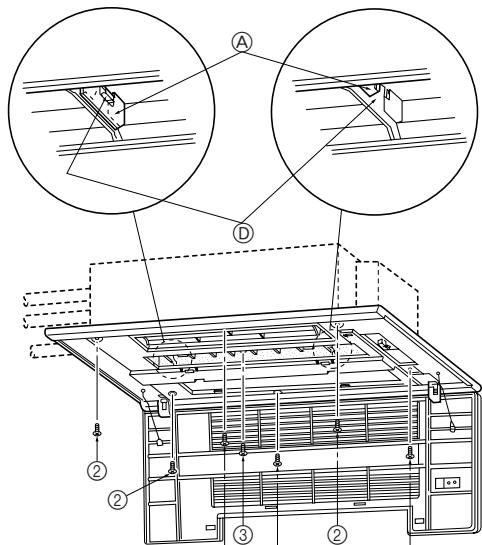
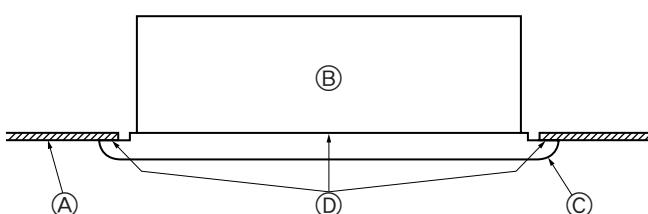

Fig. 5-5
Fig. 5-6
- 调整前侧面板以便正好适合于墙壁和天花板之间的夹角, 并在左右两侧的四个位置安装固定螺栓②(随格栅提供), 保持其稍微松开。 (Fig. 5-5)
- 接下来拧紧固定螺栓②和三处中间位置的固定螺钉③。
- 最后拧紧左右两侧四个位置的固定螺栓②。
- 在这里, 确保室内机组和前侧面板之间没有缝隙, 以及前侧面板和天花板之间也没有缝隙。如果有缝隙, 则可能会有风进入和导致滴水 (Fig. 5-6)。
* 完全拧紧固定螺栓②和固定螺钉③。